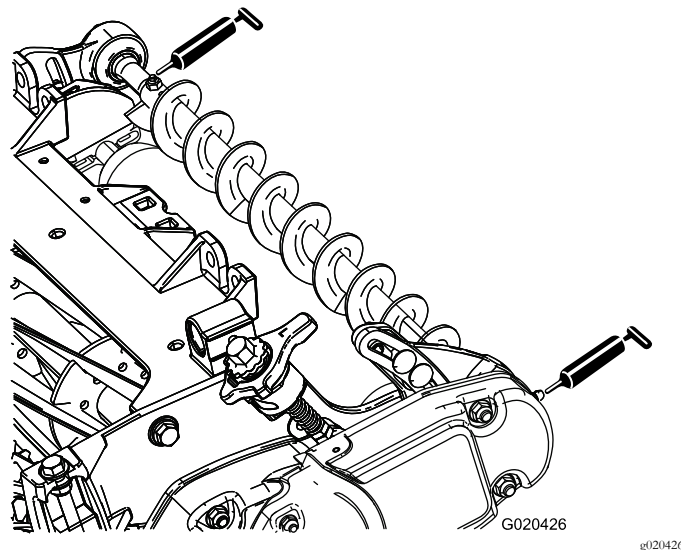

Bild 15
4. Fetten Sie die Schmiernippel an den Lagergehäusen jeder Rollenbürste und an den anderen Stellen an der Schneideinheit mit Nr. 2 Allzweckfett auf Lithiumbasis ein (Bild 15).